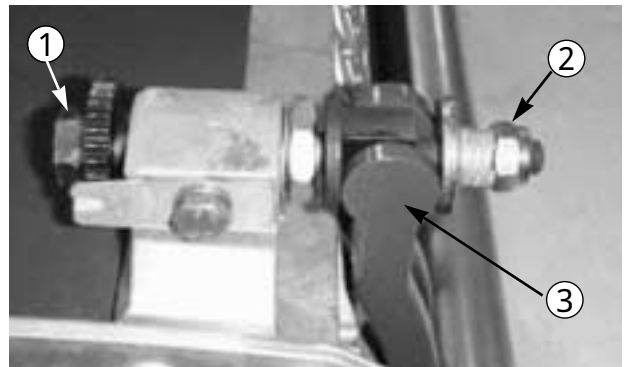

図 17
1. ベッドバー調整ネジ(図17)を左に回してリールとの接触をなくす。
2. スプリング・テンション・ユニット(図17)をゆるめてワッシャのテンションを完全になくす。